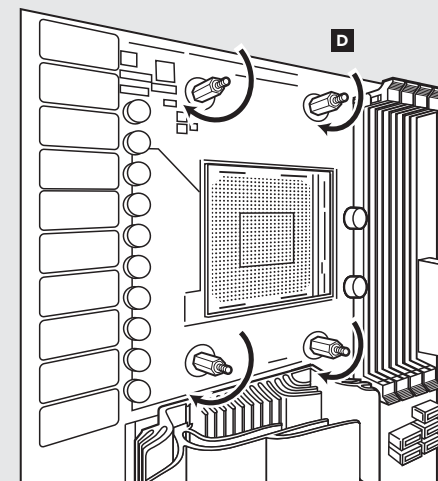

figure 2
- Прикрепите входящую в комплект опору AMD. (Рис. 2)
- Хорошо затяните все четыре винта. (Рис. 2)
- 连接随附的AMD隔架。(图2)
- 拧紧全部四个螺丝，直至牢牢地固定。(图2)